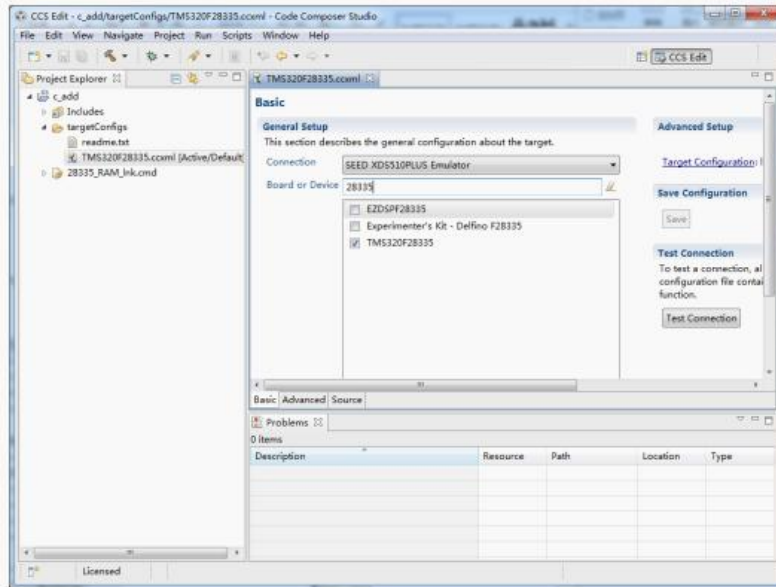

图1-5
- 8) 接下来进行相关仿真器的配置：工程名（c_add）> targetConfigs > TMS320F28335.CCXML；出现如下图1-5所示其实这里我们在上面新建工程时已经配置，此时可以修改和查看，若没有此文件则需要自己创建(参考下面第四部分，导入一个project工程)，根据实验是在硬件仿真还是软件仿真进行相应的修改)